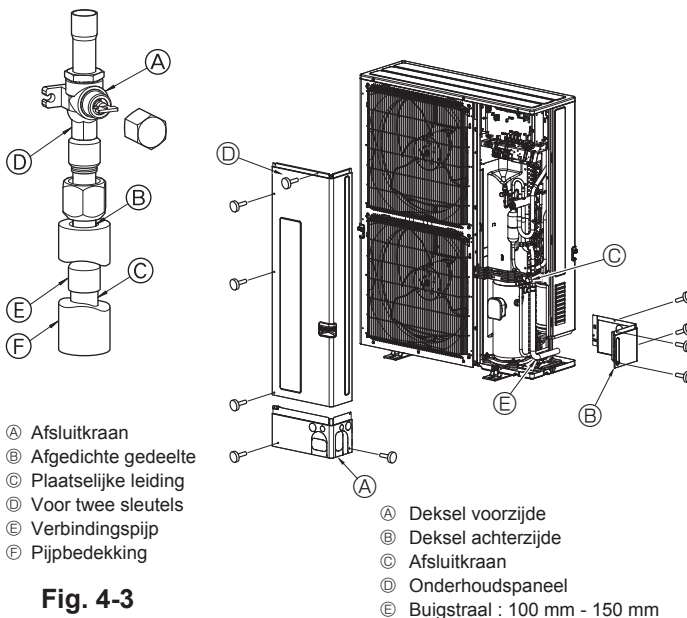

Fig. 4-3
- Gebruik de volgende procedure voor het aansluiten van de pijpen aan de gaszijde. (Fig. 4-3)